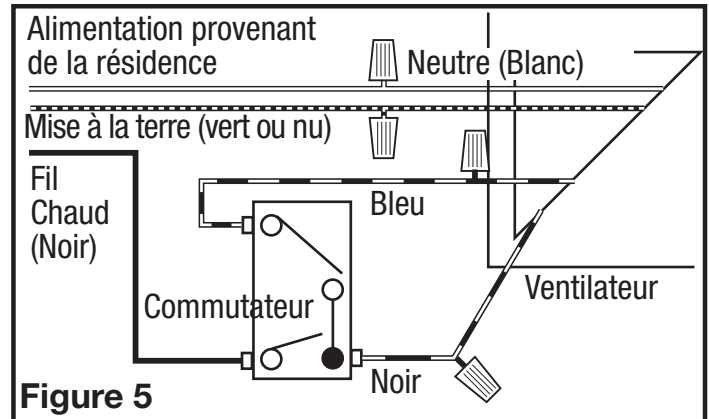

Figure 5
3. **Ventilation intermittente :** Pour les ventilateurs à deux vitesses câblés pour la ventilation intermittente avec le commutateur AKS2 recommandé (non inclus). Reliez le fil blanc du ventilateur au fil (neutre) blanc du bloc d'alimentation. Reliez le fil de terre du ventilateur au fil de terre du bloc d'alimentation. Mettez à terre correctement les commutateurs. Faites courir un fil du fil noir dans le ventilateur à la borne commune (vis noire) du commutateur AKS2. Reliez le fil noir du bloc d'alimentation à la borne argentée sur le fond du commutateur AKS2. Reliez le fil bleu du ventilateur à la borne argentée sur le dessus du commutateur AKS2. Le commutateur inférieur allumera et éteindra le ventilateur; le commutateur de dessus changera entre haut et bas (**Figure 5**).